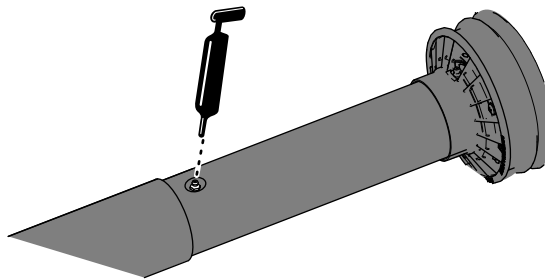

Bild 10
3. Ziehen Sie die Zapfwelle auseinander, um an den Schmiernippel in der Mitte des inneren Schutzblechs der Antriebswelle zu gelangen (Bild 10).
4. Schmieren Sie die vier Schmiernippel der ausziehbaren Antriebswellengelenke, wie in Bild 10 dargestellt.